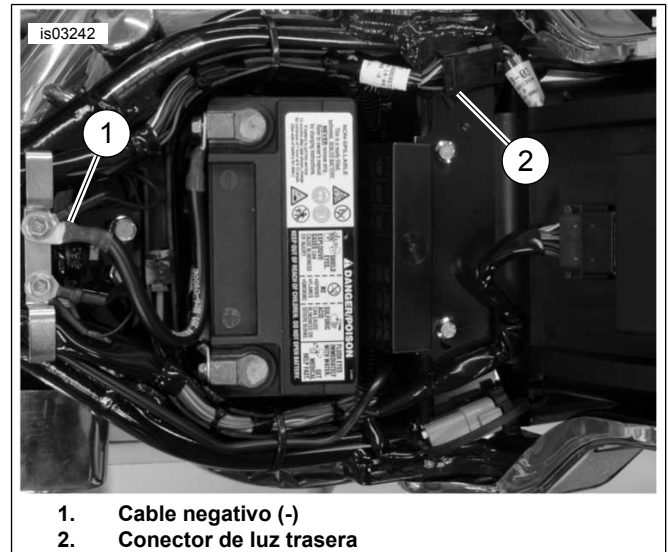

Figura 1. Cable negativo de la batería y conector de la luz trasera
2. Vea la Figura 1. Desconecte los cables de la batería, el cable negativo (-) primero.